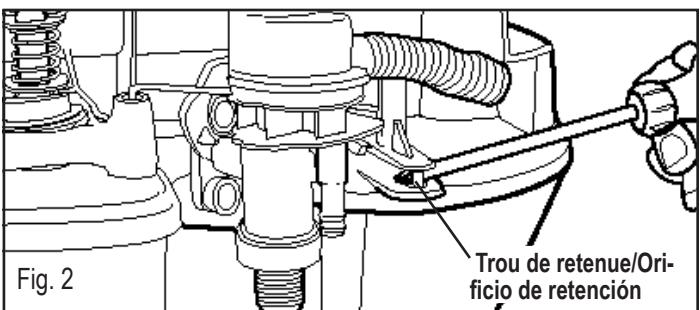

Fig. 2
6. Lift Water Module Retaining Bracket Post from retaining hole (Fig. 2).
12. Depress Flush Pedal or pull Flush Handle forward to relieve tension on Link so Water Module Bracket can slide into track until the Post falls into retaining hole (Fig. 2).
6. Retirez la tige de support du module d'eau du trou de retenue (Fig. 2).
12. Appuyez sur la pédale de la chasse d'eau ou tirez la poignée de la chasse d'eau vers l'avant pour libérer la tension sur le raccord de liaison, de sorte que le support du module d'eau puisse glisser sur les rails jusqu'à ce que la tige tombe dans le trou de retenue (Fig. 2).
6. Levante del orificio de fijación la barra del soporte de fijación del módulo de agua (fig. 2)
12. Oprima el pedal o mueva la palanca hacia delante para aliviar la tensión en la varilla de conexión, de manera que pueda correr el soporte del módulo de agua en su guía, hasta que la barra entre en el orificio de retención (fig. 2).